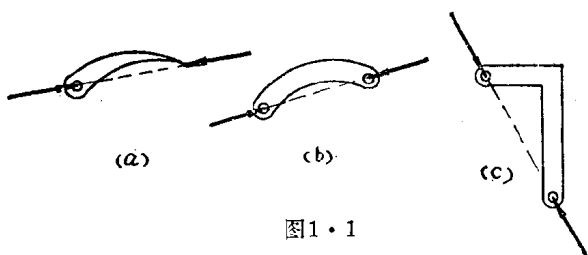

图1.1
(3) 圆柱形铰链约束：特点是约束反力 R 通过圆心，但其方向不定（由主动力决定）。固定铰链支座一般用水平和竖向两个分力来表示；可动铰链支座只有一个竖向反力。
(4) 轴承约束：径向轴承约束与固定铰链约束基本上是一样的，反力 R 通过轴承中心而方向不定，一般用两个互相垂直的分力来表示；止推轴承约束比径向轴承多一个轴线方向的约束，一般用三个互相垂直的分力来表示。
(5) 二力杆约束：特点是约束反力的方向沿着两端铰链中心的连线。它可以受拉力，也可以受压力，由主动力决定。只要是二力杆，力的方向线就完全可以确定。二力杆不一定是直杆；如图1.1所示。